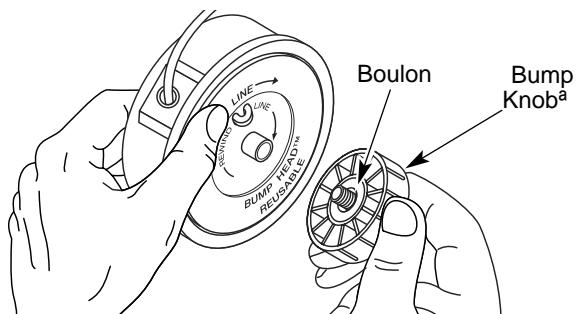

Fig. 15
1. Tenez la bobine extérieure d'une main et vissez le bouton de butée vers la gauche (Fig. 15). Inspectez le boulon à l'intérieur du bouton de butée pour vous assurer qu'il se déplace librement. Remplacez le bouton de butée si il est endommagé.
1. Tenez la bobine extérieure d'une main et vissez le bouton de butée vers la gauche (Fig. 15). Inspectez le boulon à l'intérieur du bouton de butée pour vous assurer qu'il se déplace librement. Remplacez le bouton de butée s'il est endommagé.